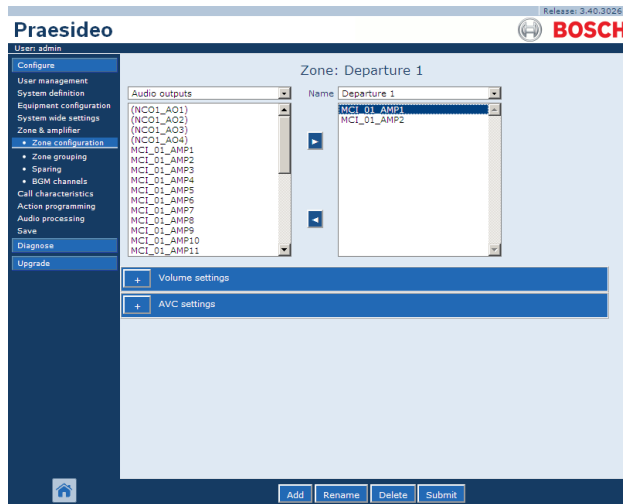

Abbildung 45.7: Zone löschen, Schritt 1
- 1 Gehen Sie zu *Configure > Zone & Amplifier > Zone configuration*. Im Hauptframe der webbasierten Benutzeroberfläche wird ein Bildschirm angezeigt, der dem in Abbildung 45.7 angezeigt.